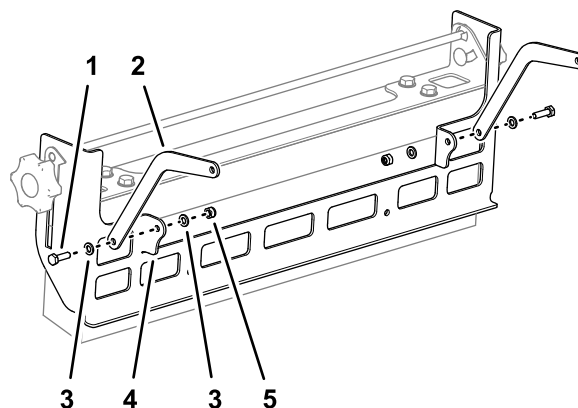

Figure 4
1. Alignez le trou dans la tige de renfort sur le trou dans la patte du support de montage de la brosse, comme montré à la Figure 4.
2. Fixez la tige de renfort au support de montage de la brosse (Figure 4) à l'aide d'une vis (6 x 20 mm), de 2 rondelles (6 mm) et d'un contre-écrou (6 mm).